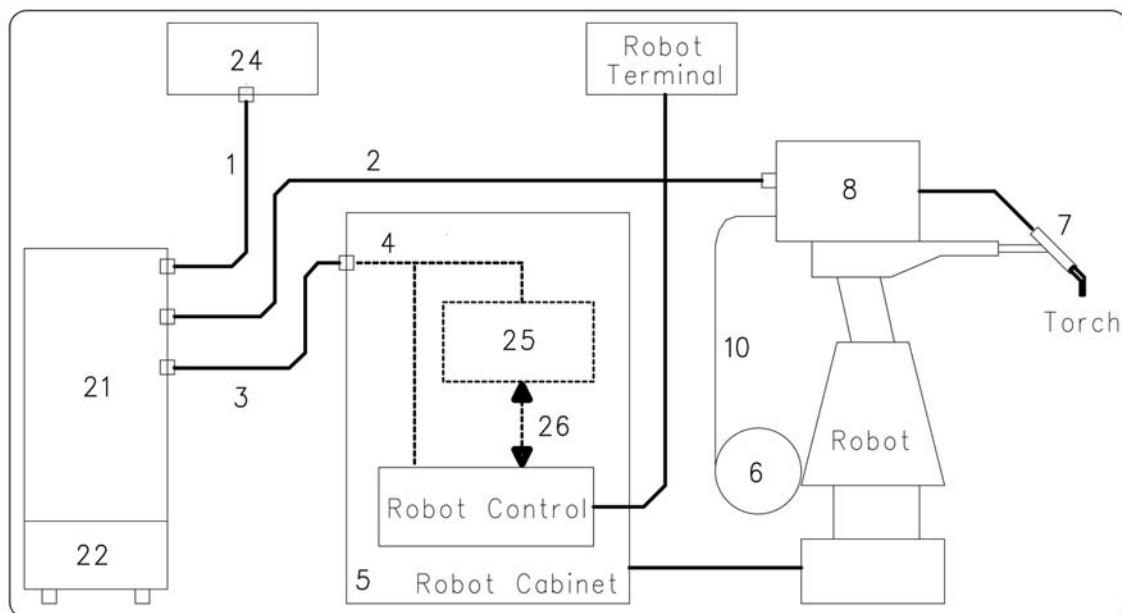

fig. 2
Está compuesto por un Generador, equipado eventualmente con un Grupo de Enfriamiento, un Carro Arrastrahilo, un Panel de Control y si necesario, de una Interfaz Robot (ver fig. 2).
**NOTA:** Si el Control Robot (Robot Control en fig. 2) tiene la línea de comunicación de tipo CANopen, la interfaz (25) y el cable (26) no están necesarios. El Generador (21) se equipa de la línea CANbus
#### **3.2 Puesta en marcha Generador (fig. 2).**